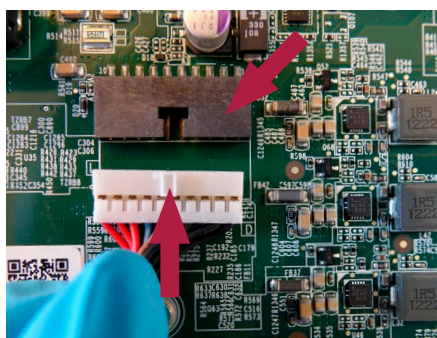

Figur 26 Installér et nyt USB-dæksel
- b) **Sæt det nye USB-dæksel i fra bagbeklædningens yderside. Skub forsigtigt det fleksible led på plads med en flad skruetrækker, og pas på ikke at beskadige gummiets (figur 26)**